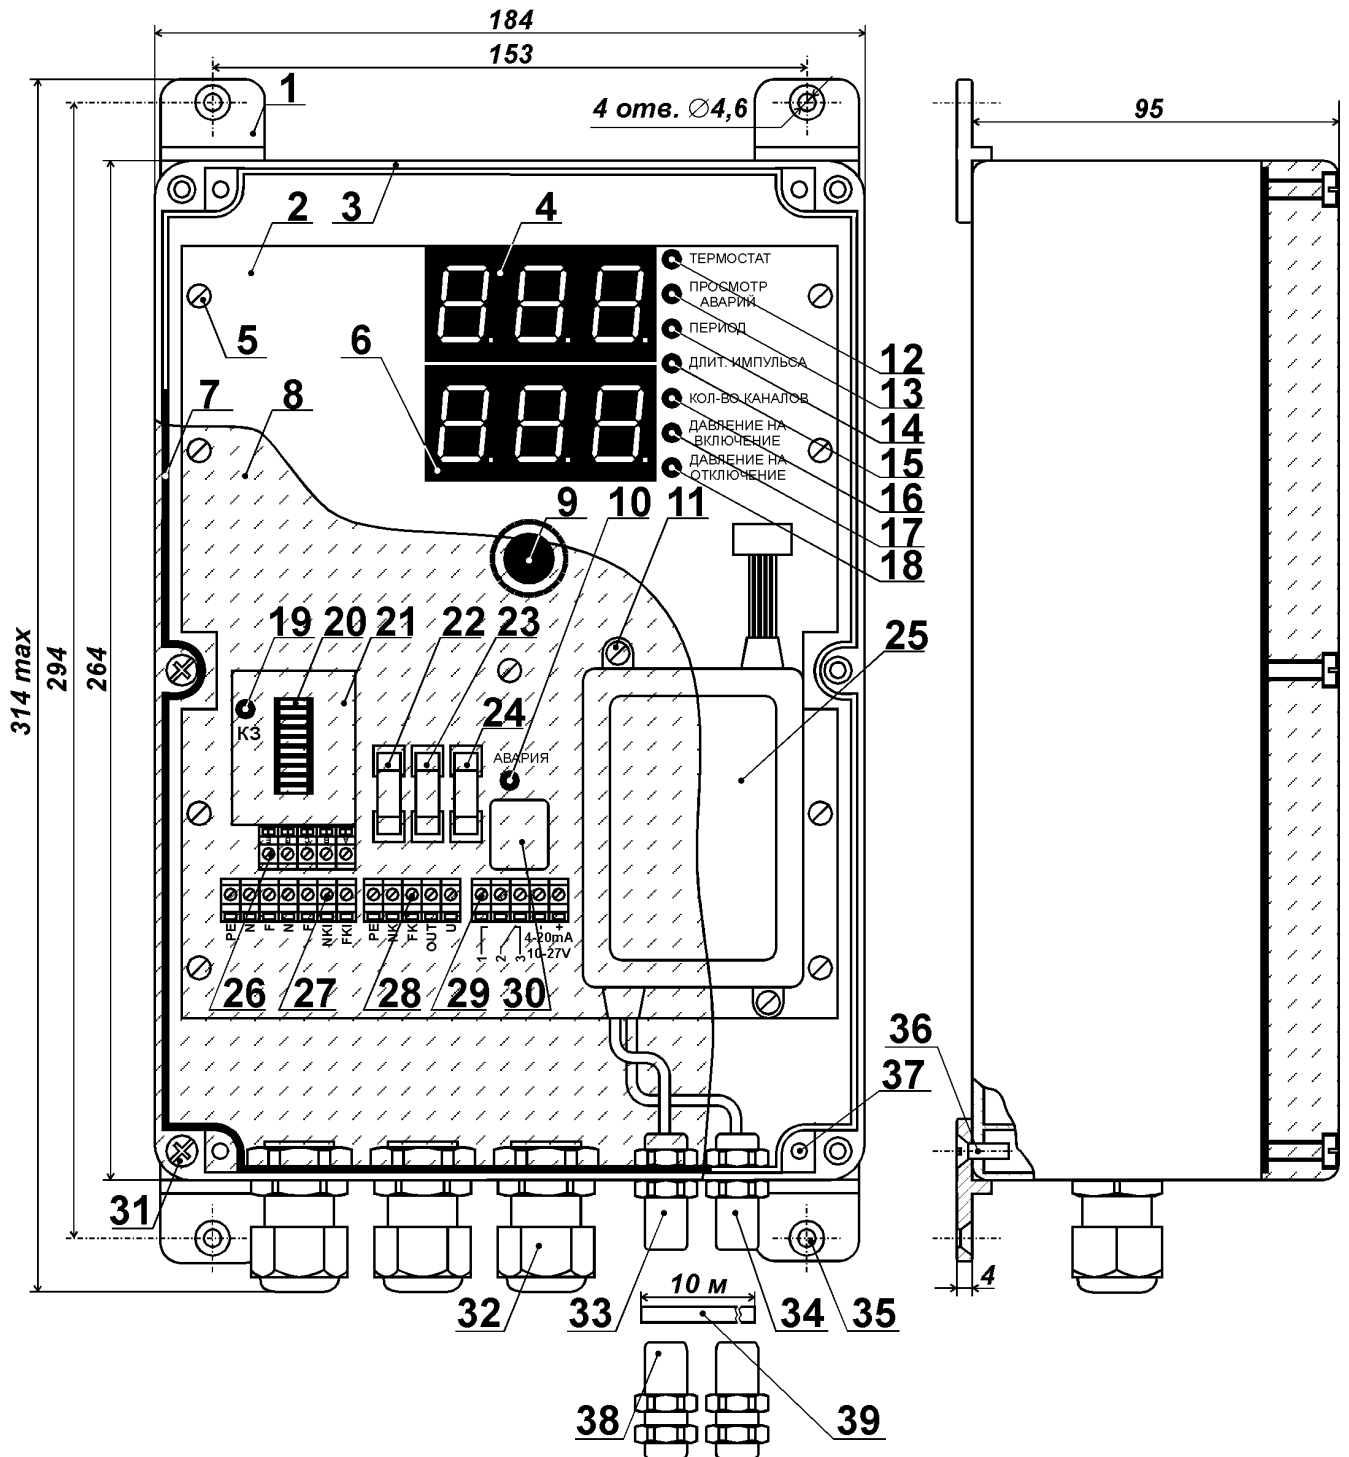
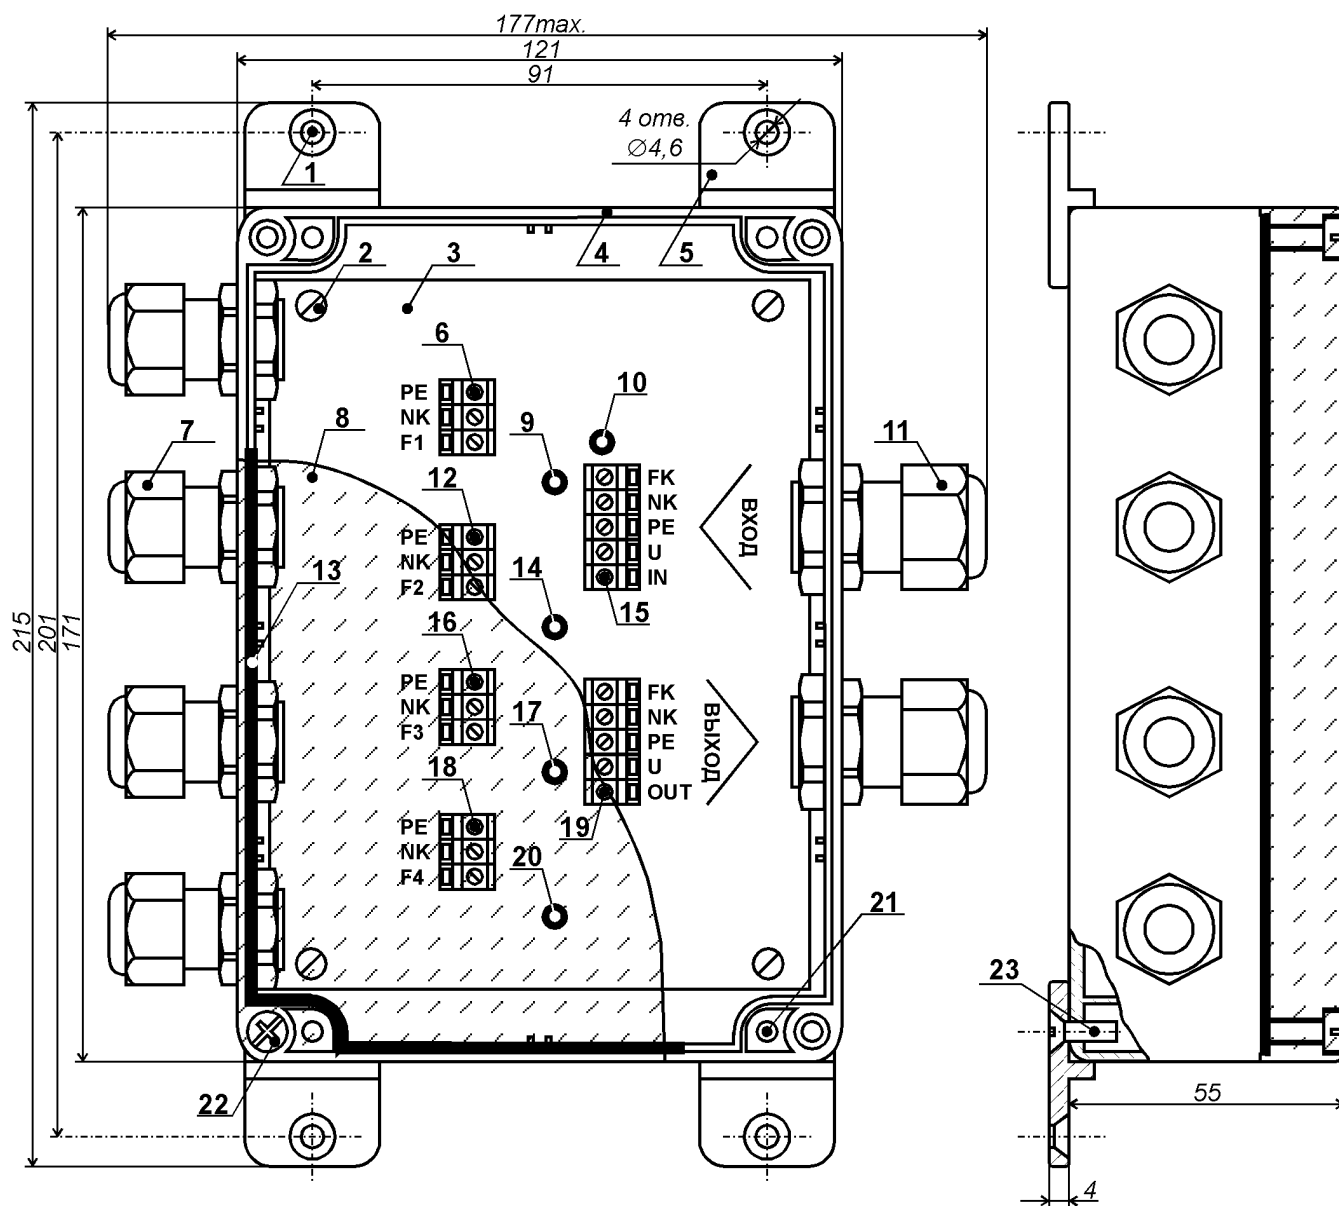

Рис. 2. Конструкция блока А-05К.
Рис. 3. Конструкция блока А-05Р4.
Конструкция блока А-05К показана на рис. 2.
Конструкция блока А-05Р4 показана на рис. 3.
6.3. Блоки А-05К и А-05Р4 крепятся четырьмя винтами с резьбой М4 или саморезами диаметром до 4,5 мм. Крепёжные винты (саморезы) вставляются в предназначенные для этого отверстия [рис. 2, поз. 35 и рис. 3, поз. 1].
6.6. Штуцера «Воздух до фильтра» [рис. 2, поз. 33] и «Воздух после фильтра» [рис. 2, поз. 34] подключаются к соответствующим воздуховодам.
6.9. Клеммный ряд входных напряжений [рис. 2, поз. 27] блока А-05К содержит две клеммы «F» и две клеммы «N». Одноимённые клеммы соединены между собой внутри блока. Любая из клемм «N» подключается к нейтрали, а любая из клемм «F» - к фазе промышленной сети переменного тока (187-242 В, 49-51 Гц). При использовании ЭПК с сетевым рабочим напряжением следует установить две перемычки (показаны пунктиром на рис. 1): одну - между оставшейся клеммой «F» и клеммой «FKI», а другую - между оставшейся клеммой «N» и клеммой «NKI».
6.11. Клеммы «U», «FK», «NK» и «PE» блока А-05К соединяются с одноимёнными клеммами на входном [рис. 3, поз. 15] клеммном ряду первого блока А-05P4. Клемма «OUT» блока А-05К соединяется с клеммой «IN» первого блока А-05P4 (см. рис. 1).
6.12. Клеммы «U», «FK», «NK» и «PE», расположенные на выходном [рис. 3, поз. 19] клеммном ряду каждого блока А-05P4 соединяются с одноимёнными клеммами на входном [рис. 3, поз. 15] клеммном ряду следующего (по рис. 1) блока А-05P4. Клемма «OUT» блока А-05P4 соединяется с клеммой «IN» следующего (по рис. 1) блока А-05P4.
6.13. ЭПК подключаются к клеммным рядам блока А-05P4 поочерёдно, сверху вниз по рис. 3, в порядке возрастания номеров позиций на рис. 3. Если к блоку А-05P4 должно быть подключено менее 4-х ЭПК, то свободными должны оставаться клеммные ряды с наибольшими (по рис. 3) номерами позиций. В противном случае, при выдаче импульса регенерации на пустой клеммный ряд, система зафиксирует внештатную ситуацию – обрыв ЭПК. С клеммой «PE» соответствующего ряда соединяется провод заземления ЭПК, а его катушка включается между клеммами «NK» и «F_{номер}».
7.1. При подаче питания на блок А-05К индикатор дифференциального давления [рис. 2, поз. 4] показывает перепад давлений воздуха на входе и выходе фильтра (от 0.00 до 4.00 кПа). При прогреве датчика дифференциального давления [рис. 2, поз. 25] до рабочей температуры светодиод «Термостат» [рис. 2, поз. 12] горит красным цветом. Изменение цвета свечения с красного на зелёный означает, что погрешность индикации давления не превышает ±1,5%.
7.3. Если дифференциальное давление меньше давления на включение, то система находится в режиме ожидания и цифровое табло [рис. 2, поз. 6] не горит. В противном случае система переходит в режим регенерации, и цифровое табло показывает номер ЭПК, на который будет выдан очередной импульс. В момент импульса индикатор «Ток в нагрузке» [рис. 2, поз. 20] на 10-разрядной светодиодной линейке показывает ток потребления ЭПК.
7.4. В режиме регенерации блок А-05К передаёт питающее напряжение и управляющие сигналы по линии связи. При наличии электропитания в блоке А-05Р4 загорается светодиод [рис. 3, поз. 10] и один из светодиодов [рис. 3, поз. 9, 14, 17 или 20], указывая, на какой из клеммных рядов [рис. 3, поз. 6, 12, 16 или 18 соответственно] будет выдан очередной импульс регенерации.
7.5. Для изменения параметров системы служит энкодер [рис. 2, поз. 9], который представляет собой кнопку с вращающимся валом. При нажатиях на энкодер поочерёдно включаются светодиоды «Период» [рис. 2, поз. 14], «Длительность импульса» [рис. 2, поз. 15], «Количество каналов» [рис. 2, поз. 16], «Давление на включение» [рис. 2, поз. 17] или «Давление на отключение» [рис. 2, поз. 18], позволяя изменить соответствующий параметр системы регенерации. Текущее значение параметра отображается на цифровом табло. Увеличение значения осуществляется поворотом энкодера по часовой стрелке, а уменьшение - против.
7.14. В процессе работы блок А-05К контролирует температуру и показания датчика дифференциального давления, а также работоспособность блоков А-05Р4 и ЭПК. Светодиод «Авария» [рис. 2, поз. 10] и реле управления внешней сигнализацией [рис. 2, поз. 30] срабатывают при следующих внештатных ситуациях:
7.14.1. В течение 5 минут после подачи на блок А-05К сетевого напряжения датчик дифференциального давления не достиг рабочей температуры (+ 40 °С), то есть светодиод «Термостат» [рис. 2, поз. 12] не изменил цвет свечения с красного в зелёный. В данном случае показания датчика игнорируются, и регенерация продолжается непрерывно.
7.15. Если система зафиксировала внештатные ситуации, описанные в пп. 7.14.3 и (или) 7.14.4 то при первом нажатии на энкодер включается светодиод «Просмотр аварий» [рис. 2, поз. 13], а на цифровое табло выводится формализованное сообщение о типе аварии.
7.16. Сообщение вида «bXX» свидетельствует о том, что блоку А-05К не удалось установить связь с блоком А-05Р4 с номером XX (по рис. 1). В данном случае необходимо проверить исправность линии связи, приходящей на входной клеммный ряд [рис. 3, поз. 15] соответствующего блока А-05Р4, а также целостность одного из предохранителей [рис. 2, поз. 24], установленных в блоке А-05К. Если при следующем нажатии на энкодер светодиод «Просмотр аварий» продолжает гореть, то системой зафиксированы также отказы ЭПК.
7.17. Сообщение вида «LYY» свидетельствует об отказе ЭПК с номером YY. Вращая энкодер, можно просмотреть список номеров (по рис. 1) всех неисправных ЭПК. Если количество отказавших ЭПК совпадает с ранее введённым количеством каналов, необходимо проверить целостность одного из предохранителей [рис. 2, поз. 23], установленных в блоке А-05К. Следующее нажатие на энкодер позволяет изменить параметры системы (п. 7.5), а если в этом нет необходимости – следует подождать 5 сек., после чего система вернётся в текущий режим работы (режим ожидания или режим регенерации).